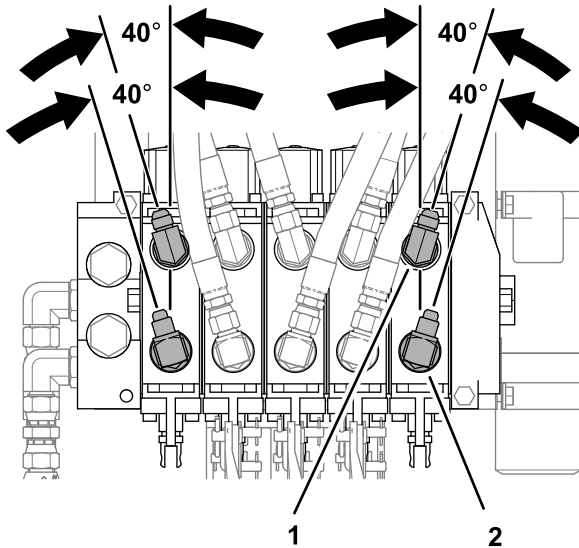

Figura 6
5. Alinee los acoplamientos de 90° como se muestra en la Figura 6, y apriete las contratuercas.